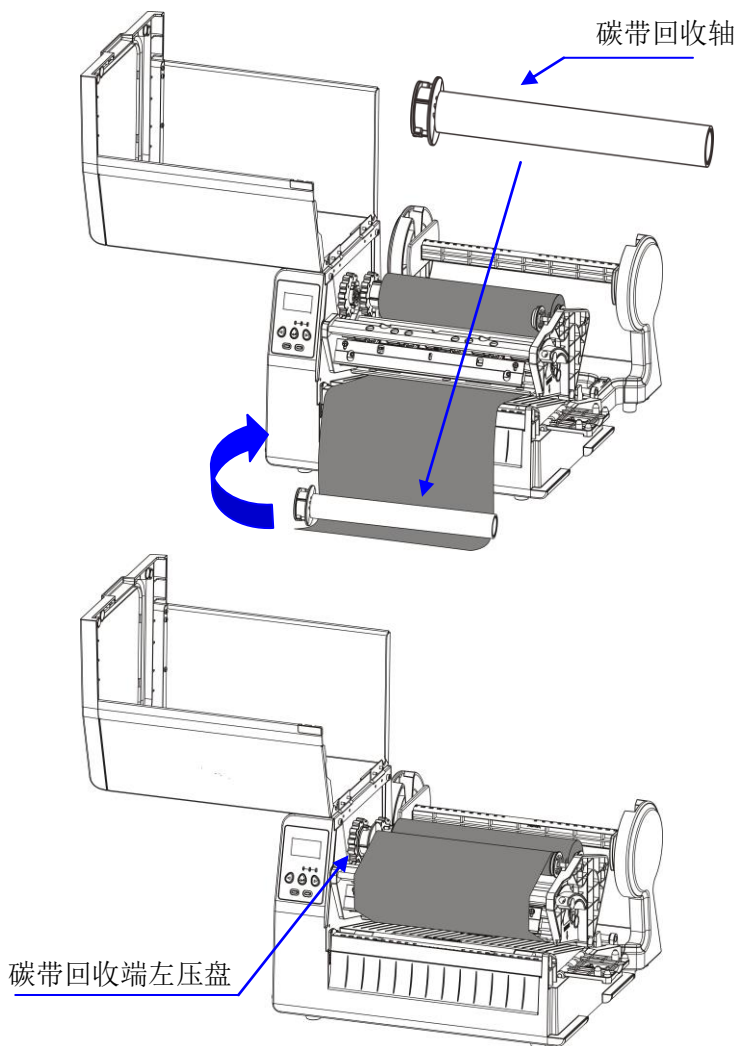

图 8-5
6. 将拉出的碳带缠绕在碳带回收轴上（附着碳粉的一面始终朝上），此步骤重复多次，直至碳带固定在回收轴上；将回收轴卡入碳带回收端，旋转碳带回收端左压盘，使碳带绷紧。（图 8-5）